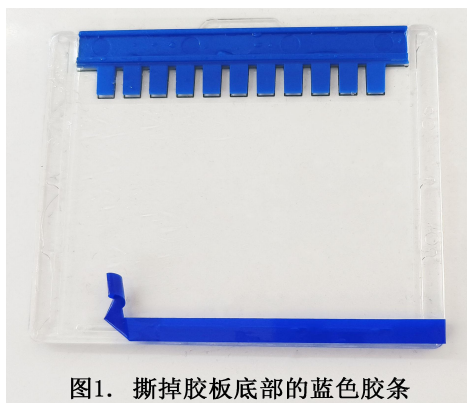

图1. 撕掉胶板底部的蓝色胶条
- 2、将预制胶从包装袋中取出，撕掉胶板底部的蓝色胶条（如图1所示）；